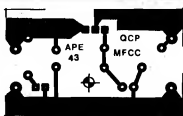

Fig.4
- FIG. 4 - LAY OUT DO IMPRESSO DO MÓDULO FONTE PARA C.C. (MFCC)
cido com o esquematizado na figura: 4 fios grossos de cobre, aos quais os pontos (+V), (-V), (A) e (B) são ligados em conformidade! Não esquecer que os pontos (+V) e (-V) são, também, ligados inevitavelmente aos seus correspondentes no módulo fonte (MFCA ou MFCC - ou ambos...). Quem quiser dar um "jeitão" super-profissional ao conjunto, pode inclusive promover o barramento com conectores tipo **slot**, normalmente usados em informática para a ligação entre a "placa mãe" dos computadores e seus controladores, periféricos e placas secundárias! Não entraremos em detalhes a respeito, já que tais disposições mais sofisticadas podem ficar por conta da imaginação, habilidade e conhecimento de cada um de Vocês...